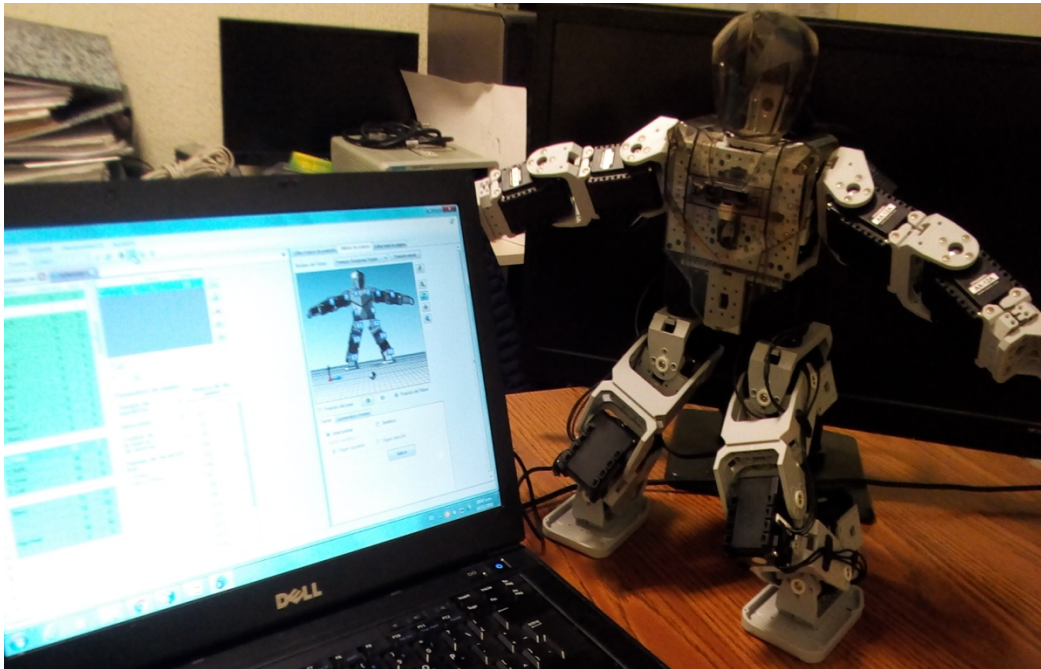

Figura 3.13 Ejecución de programa de comportamientos, utilizando el Software RoboPlus Task.
2.- Ya que se escribió el código en el software RoboPlus Task, presionar el icono  para descargar el programa en el CM-510 y visualizar su ejecución en el robot (ver Figura 3.13). Al ejecutar el programa anterior en el robot, este espera a que el usuario presione un botón del CM-510 (parte trasera del robot) y de acuerdo a este, el robot sube o baja el brazo derecho o izquierdo.